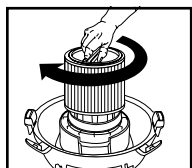

FIGURA 16
23. Sostenga la tapa del depósito con una mano, gire la manija del retenedor del filtro en el sentido de las agujas del reloj para ajustarlo, asegurando el filtro en su lugar. **FIGURA 16.**